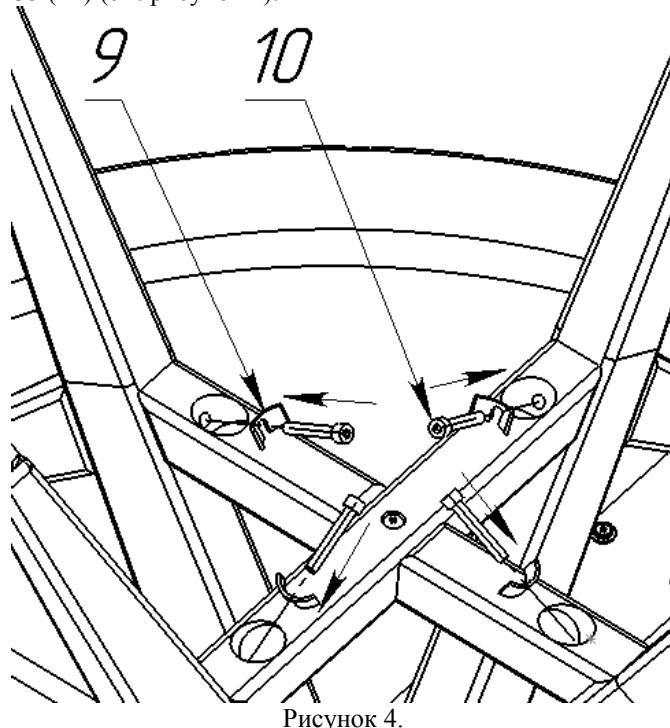

Рисунок 4.
3.4. Установить полученную крестовину между ног (2), совместив отверстия деталей крестовины (3) и (4) с соответствующими резьбовыми отверстиями втулок ног (2), и скрепить винтами M8x50 (10) через сегментные части (9) с помощью ключа шестигранного 6x135 (12) (см. рисунок 4).